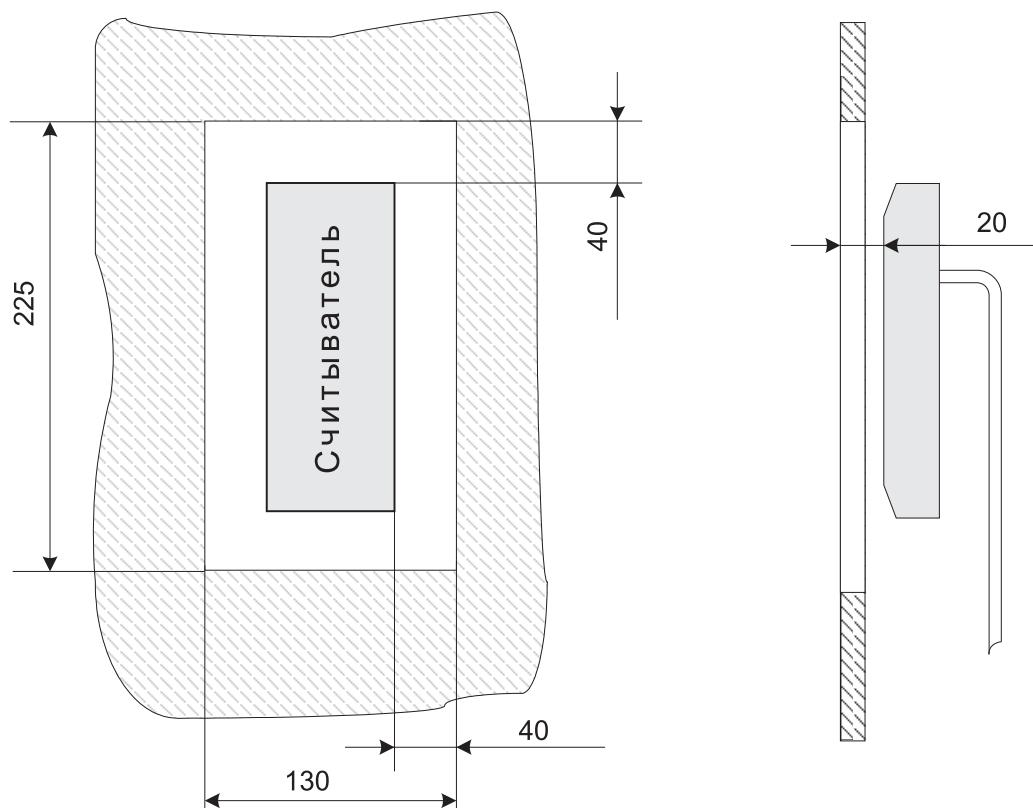

Рисунок 1 Установка считывателя за металлической поверхностью
- При установке считывателя за металлической поверхностью, в ней необходимо вырезать окно, напротив которого, равноудалено от краев окна, и устанавливается считыватель (см. рисунок 1), при этом размеры окна должны быть не менее 225×130 мм. Само окно может быть закрыто неметаллической вставкой (например, из пласти массы), а считыватель может быть утоплен вглубь окна на расстояние не более 20 мм от внешней стороны металлической поверхности — дальность считывания кода при таком способе монтажа считывателя уменьшается на 30 – 50%.